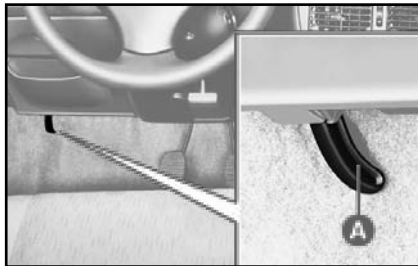

fig. 82
1) Trageți maneta **A**-fig. 82.